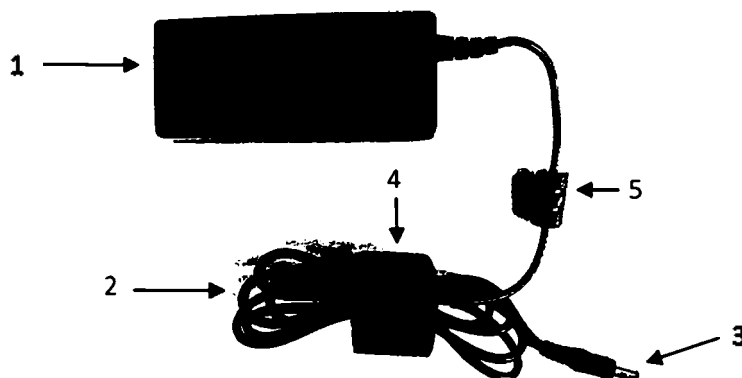

Рис. 13. Адаптер сетевого питания (расшифровка обозначений в тексте).
5.4 Адаптер сетевого питания служит для питания помпы, преобразует переменный ток (100-240В) в постоянный 12В, 4.0 А. Он состоит из блока (1), кабеля (2) со штекером (3) для подключения к основному блоку помпы и хомута-липучки для компактной укладки кабеля (4) (рис. 13). Кабель имеет ферритовый фильтр (5), служащий для подавления высокочастотных помех в электрических цепях.